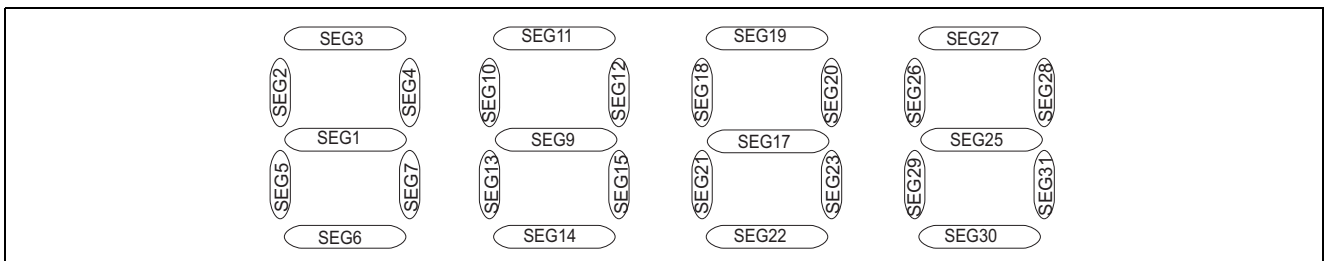

図 3 本タスク例で使用する 4 桁 7 セグメント LCD のセグメント信号対応図
(4) 本タスク例では、4 桁 7 セグメント LCD を使用してスタティック駆動による液晶表示を行ないます。図 3 に、本タスク例で使用する 4 桁 7 セグメント LCD のセグメント信号とコモン信号の対応図を示します。